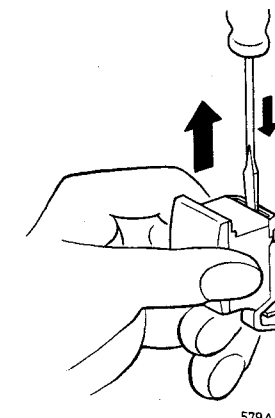

Fig. 14
- Entferne die Taste mit einem Schraubenzieher (siehe Abb. 14).